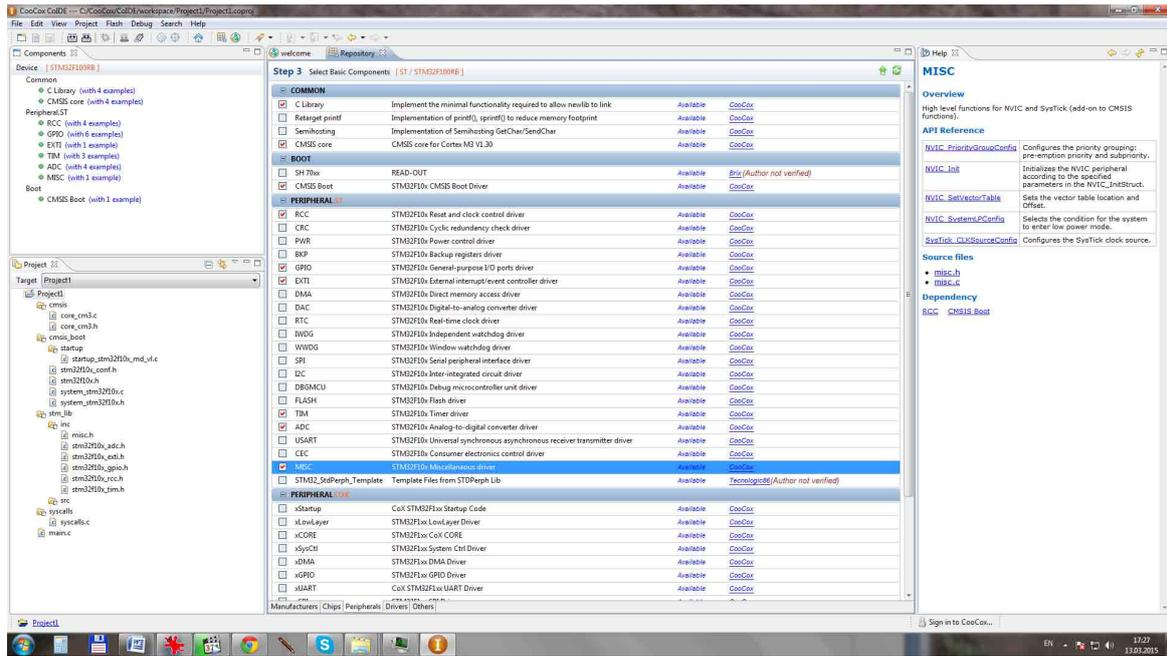

Рис. 3.20. Страница Repository
6. В открывшейся странице *Repository* требуется выбрать базовые компоненты, необходимые для использования в проекте (рис. 3.20).